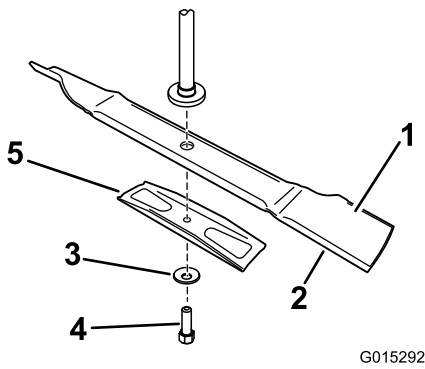

Figura 46
Sujete el extremo de la cuchilla usando un trapo o un guante grueso. Retire del eje el perno de la cuchilla (girándolo en sentido antihorario), la arandela curva, el refuerzo de la cuchilla y la cuchilla (Figura 46).
1. Instale la cuchilla en el eje (Figura 46).
2. Instale el refuerzo de la cuchilla, la arandela curva (con la copa hacia la cuchilla) y el perno de la cuchilla (girándolo en sentido horario) (Figura 46).